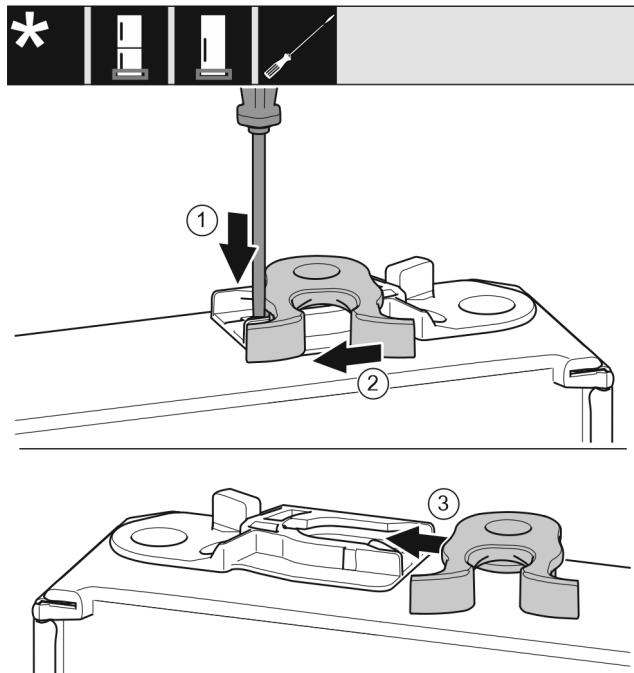

Fig. 17
- 用带槽螺丝刀向下按住接片 Fig. 17 (1)。
- 将锁钩 Fig. 17 (2)从导向装置拉出。
- 将另一侧的锁钩 Fig. 17 (3)推入导向装置。